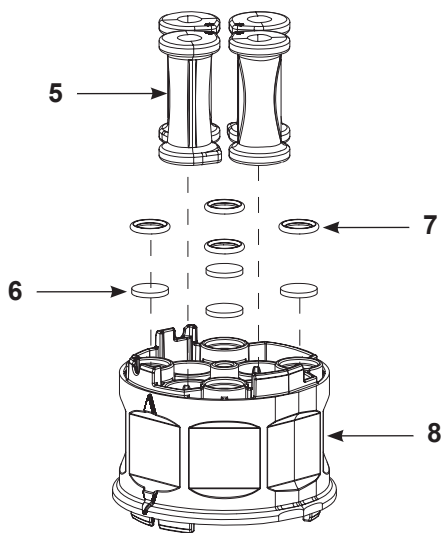

Рис. 22 Сборка корпуса пережимных клапанов
2. См. Рис. 22. Установить пережимные клапаны (5), дисковые фильтры (6) и уплотнительные кольца (7) в корпус пережимных клапанов (8). См. процедуру сборки *Пережимной клапан, замена* на стр. 24.